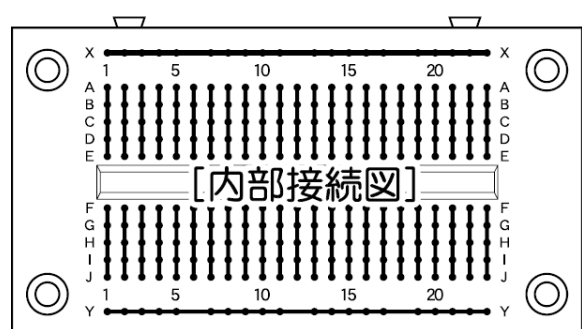

図 4.1 ブレッドボードの結線図
- 最上部, 最下部の列 (図 4.1 の X, Y) は、通常グラウンドと、オペアンプやトランジスタを駆動するための電圧源として利用する。